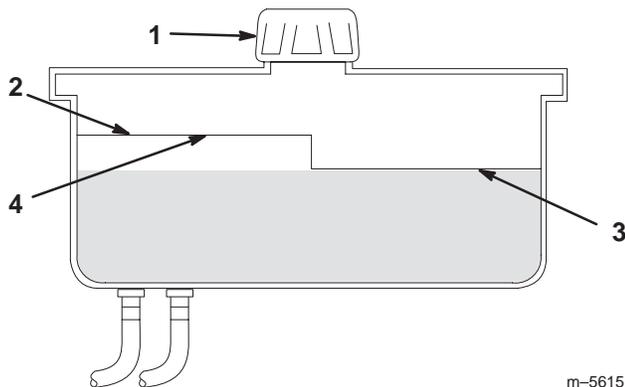

Bild 45
2. Reinigen Sie den Bereich um den Einfüllstutzen des Hydrauliktanks (Bild 45).
3. Nehmen Sie den Deckel vom Einfüllstutzen ab und schauen Sie rein, um zu sehen, ob der Tank Flüssigkeit enthält (Bild 45).
Hinweis: Der Füllstand sollte bei heißem Öl die Oberkante der heißen Einfüllmarkierung der Zwischenplatte erreichen (Bild 45).